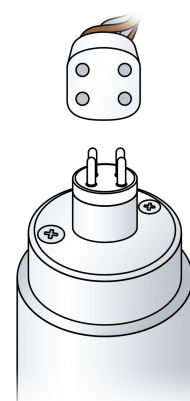

Fig. 3
- Retirez le couvercle d'accès latéral (tournez la vis de 90° dans le sens horaire ou antihoraire). (Fig. 3)
- BRANCHEZ le connecteur de la lampe à l'extrémité de la lampe UV en vous assurant que le connecteur est correctement aligné avec les broches. (voir Fig. 3 à la page précédente)